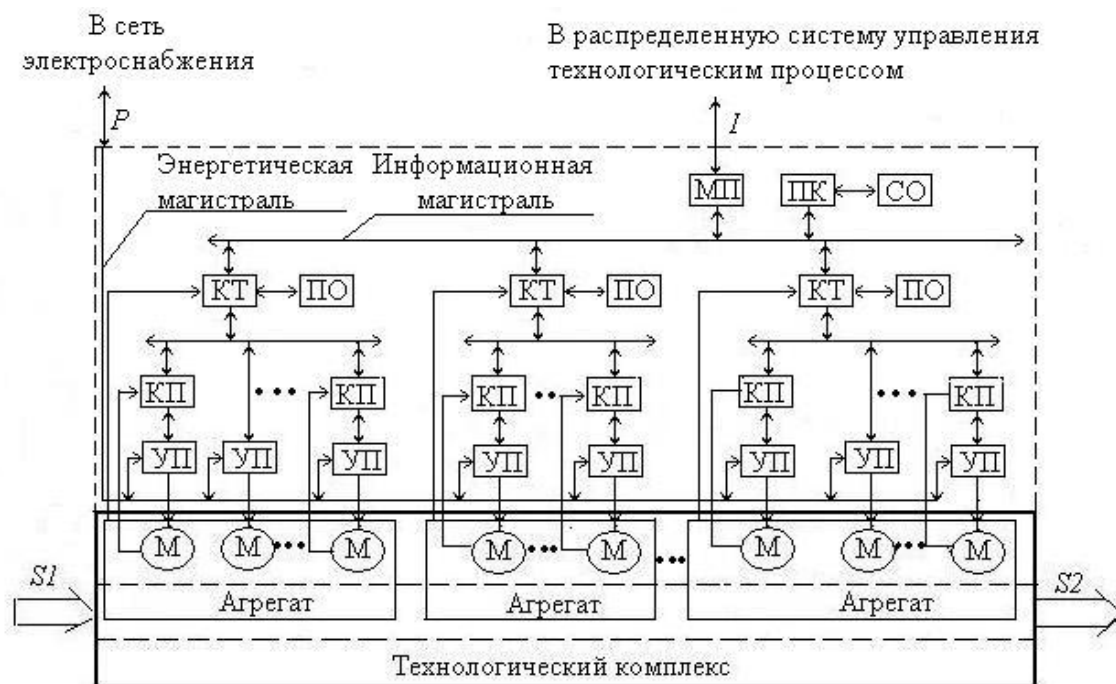

Рис. 3
**Вопрос 3.** Какую функцию *не выполняет* технологический контроллер КТ (рис. 3)?